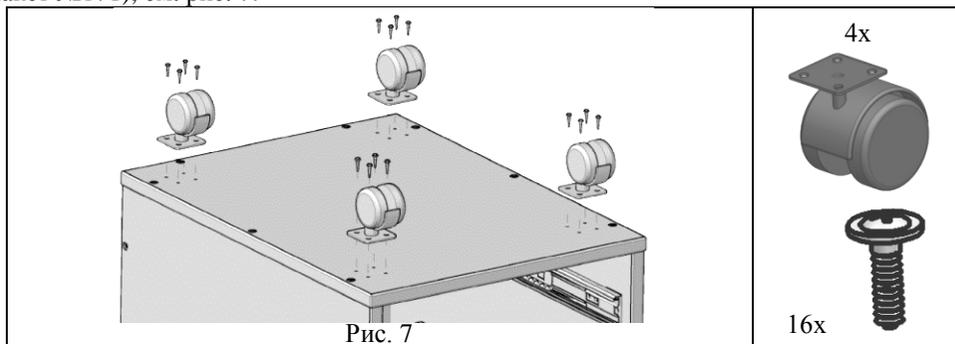

Рис. 7
5.1.8 На сборку по п. 5.1.7 сверху установить опоры колесные с фланцем (поз. 16) и закрепить при помощи саморезов с прессшайбой 4,2x16 остр. (поз.3, пакет №171), см. рис. 7.